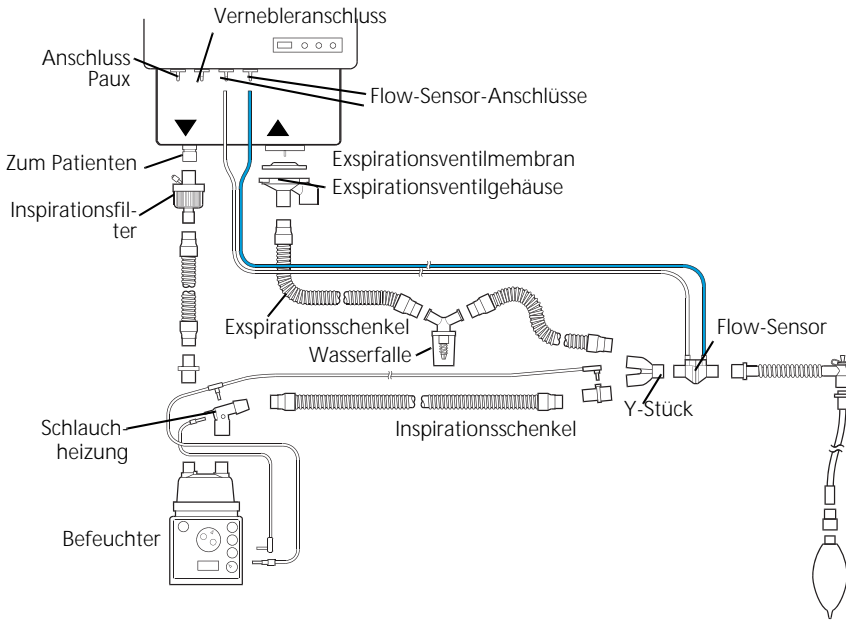
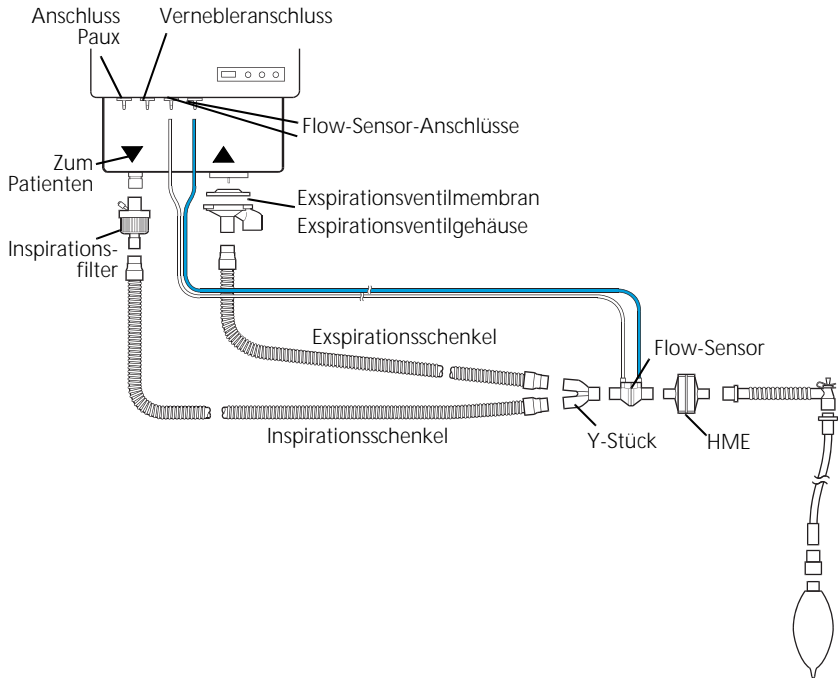

Abbildung 2-5. Beatmungsschlauchsystem zur Verwendung mit der Schlauchheizung für Inspirationschenkel (für pädiatrische/erwachsene Patienten)
Abbildung 2-8. Beatmungsschlauchsystem zur Verwendung mit HME
2. Setzen Sie das Beatmungsschlauchsystem zusammen. Abbildung 2-5 bis Abbildung 2-8 zeigen vier typische Systemkonfigurationen. Bestellinformationen finden Sie in Anhang F oder dem HAMILTON MEDICAL Produktkatalog. Befolgen Sie die Anweisungen für die verschiedenen Komponenten.